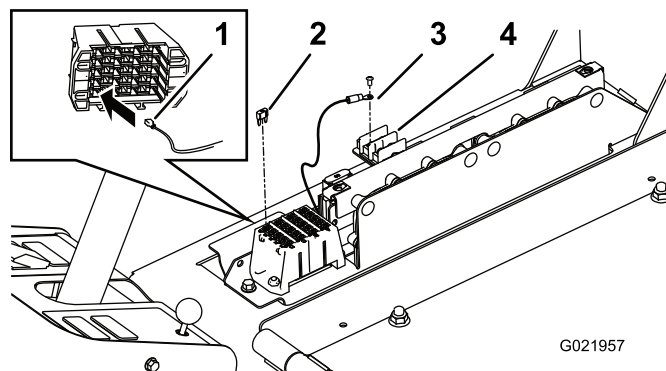

Figure 10
4. Retirez la vis extérieure qui fixe la bride de connexion à la borne de masse (Figure 10).
5. Fixez la borne en anneau du faisceau de câblage (fil de masse) à la bride de connexion/borne de masse au moyen de la vis retirée précédemment (Figure 10).
6. Branchez la cosse de connexion du faisceau de câblage dans la fente inférieure du porte-fusibles correspondant à l'emplacement de l'autocollant (Figure 10).
7. Insérez le fusible de 10 A dans le porte-fusibles (Figure 10).
8. Montez le couvercle du centre d'alimentation et fixez-le avec les (2) vis Allen.